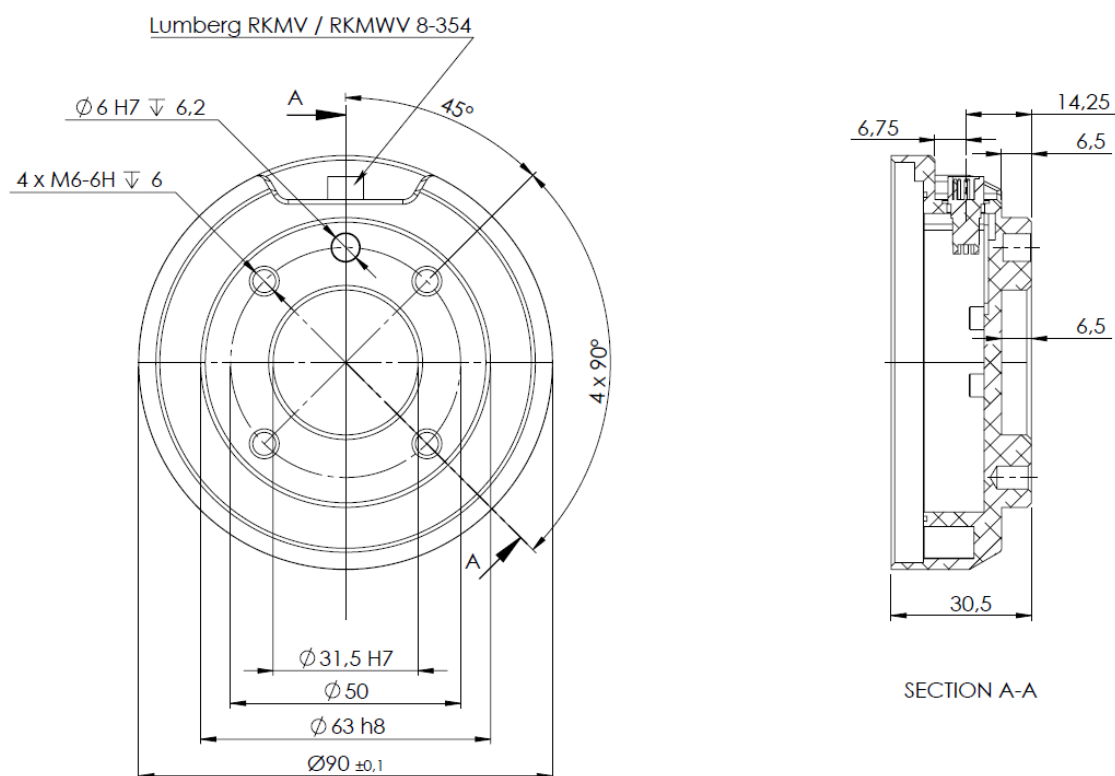

Figura 4.2: O flange de saída da ferramenta, ISO 9409-1-50-4-M6. Este é o local no qual a ferramenta é montada na ponta do robô. Todas as medidas estão em mm.
**Ferramenta** O flange da ferramenta do robô tem quatro furos M6 rosqueados para conectar uma ferramenta determinada ao robô. Os parafusos M6 precisam ser apertados com 9 N m. Se for desejado um reposicionamento muito preciso da ferramenta, o furo Ø6 deve ser usado com um pino. A Figura 4.2 mostra onde fazer os furos e montar os parafusos.